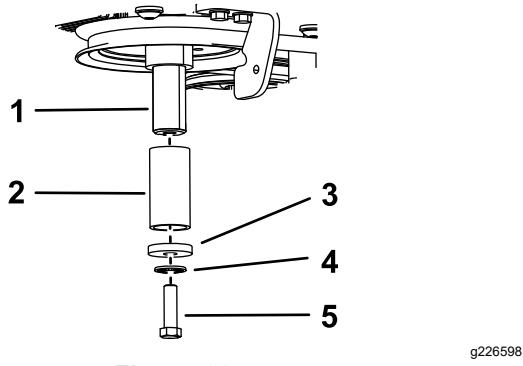

Figura 88
- C. Aplique compuesto antigripante al cigüeñal, y luego instale el perno, la arandela, la arandela de muelle y un espaciador (Pieza Toro Nº 136-5411) en el eje (Figura 88).